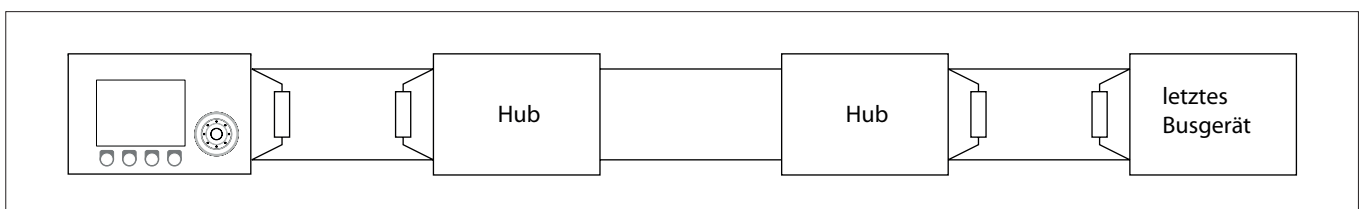

Abb. 11 Busabschluss
- ▶ Zwischen zwei verbundenen Hubs sind keine Abschlusswiderstände erforderlich (geräteinterner Abschluss, vgl. Abb. 11).